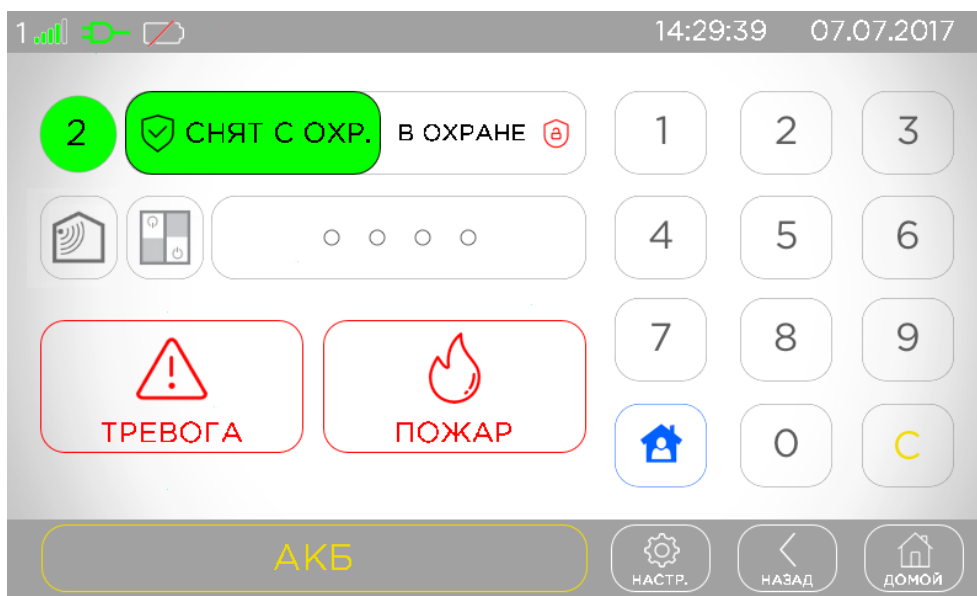

Рисунок 6. Отображение одной группы на дисплее УИУ
Если УИУ запрограммировано для работы только с одной группой, то в дежурном режиме на дисплее отображается только состояние этой группы и управляющие кнопки – **экран текущей группы** (рисунок 6).
- Для снятия с охраны **с экрана отдельной группы** необходимо набрать на клавиатуре правильный 4-х значный цифровой пароль пользователя. Во время набора пароль скрыт символами «●». После ввода четвертой цифры пароля начинается снятие текущей группы с охраны (рисунок 6).